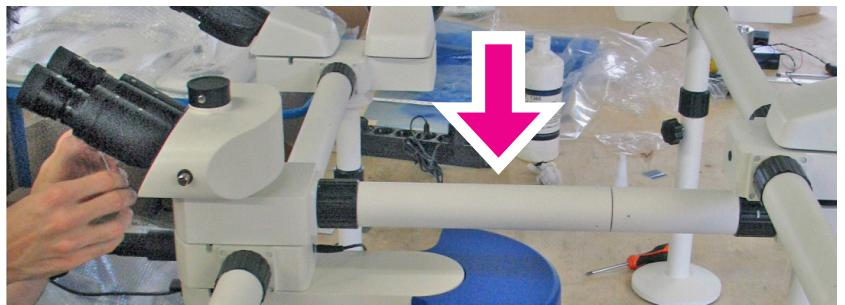
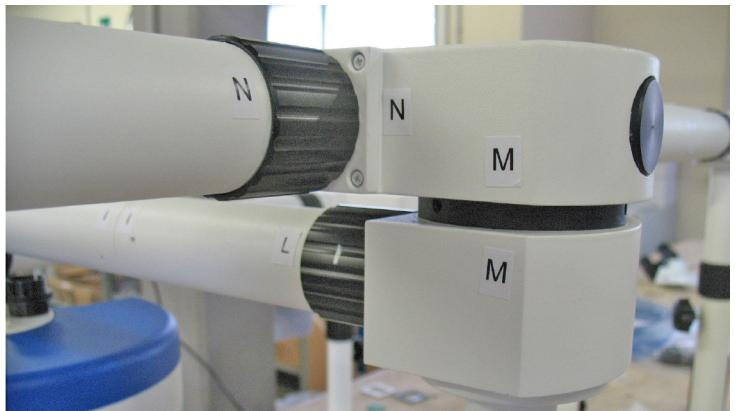

Fig. 11
Fig. 12
- 2.13** (**solo per B-1000Ti-10**) collegare il secondo deviatore ottico al di sopra del dispositivo per il puntamento, poi fissare il tubo di estensione stringendo l'anello nero di fissaggio (sempre in corrispondenza delle lettere di riferimento): Fig. 11 e Fig. 12